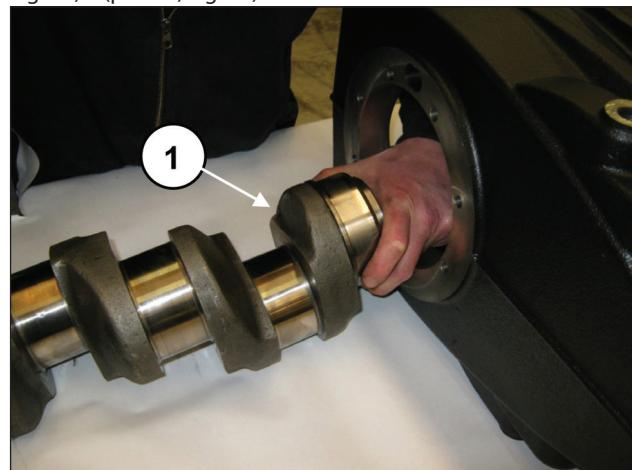
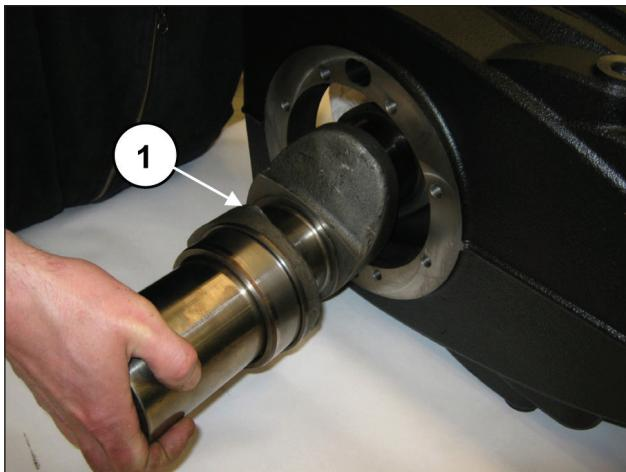

Fig. 49
Fig. 50
Inserire l'albero dal lato PTO prestando attenzione a non urtare i fusti delle bielle montati precedentemente (pos. ①, Fig. 49) e (pos. ①, Fig. 50).